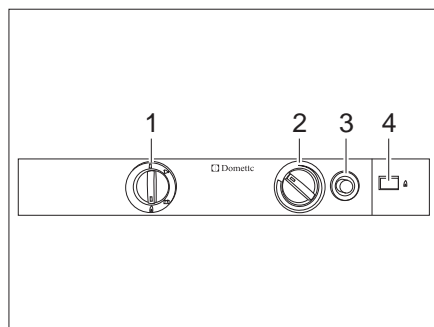

Bild 231 Bedienelemente für den Kühlschrank (Dometic 8er-Reihe)
- Energie-Wahlschalter (Bild 231,1) auf "🏠" stellen.
- Drehregler (Bild 231,2) drücken, auf höchste Stufe drehen und gedrückt halten. Warten, bis Gas zum Brenner strömt.
- Gaszündknopf (Bild 231,3) drücken und gedrückt halten. Die Zündung erfolgt automatisch.
- Gaszündknopf (Bild 231,3) gedrückt halten, bis der Flammenanzeiger (Bild 231,4) grün wird, dann loslassen.
- Drehregler (Bild 231,2) noch 10 bis 15 Sekunden gedrückt halten, dann loslassen.
- Energie-Wahlschalter (Bild 231,1) auf "⏻" stellen.
- Kühltemperatur mit dem Drehregler (Bild 231,3) einstellen.
- Energie-Wahlschalter (Bild 231,1) auf "🔌" stellen.